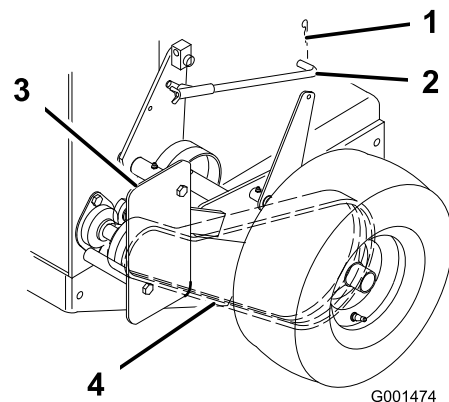

Figure 39
1. Enlevez la goupille fendue qui fixe la tige de frein au bras de frein pour détendre la poulie de tension de la courroie (Figure 39).
2. Enlevez les boulons inférieurs et desserrez les boulons supérieurs du déflecteur pour le faire pivoter et accéder à la courroie (Figure 39).
3. Soulevez la courroie et faites-la passer au-delà de la poulie de tension pour l'enlever de la poulie deentraînement (Figure 39).
6. Fixez le déflecteur avec les boulons retirés précédemment, serrés au couple correct (Figure 39).
7. Fixez la tige de frein au bras de frein avec la goupille fendue (Figure 39).